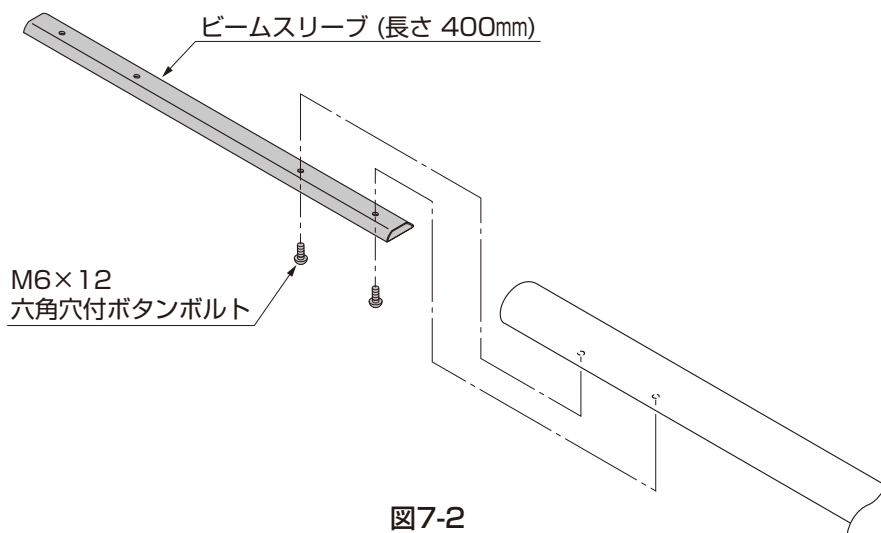

図7-2
- ①ビームスリーブ(長さ400mm)をビーム左に差込み、M6×12六角穴付ボタンボルトで取付けてください。(図7-2参照)